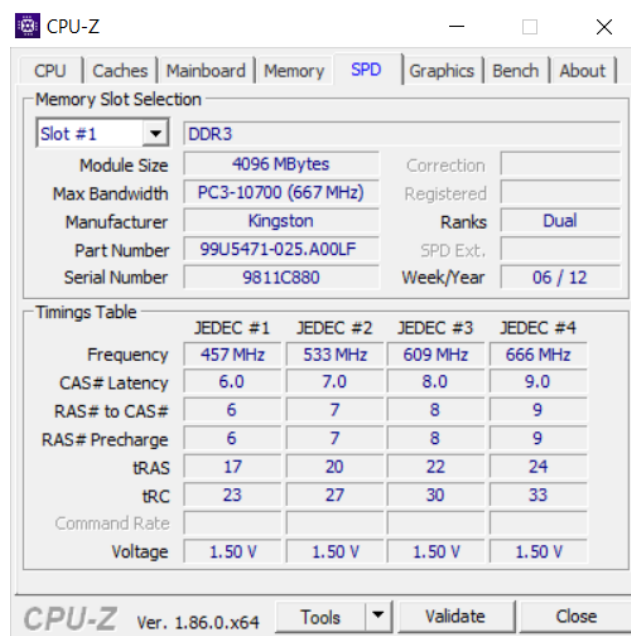

Figura 3. Características de los módulos de memoria proporcionadas por el fabricante
1. Desde los datos proporcionados por la hoja de especificaciones de los módulos (archivo kvr1333d3n9_4g.pdf) y el programa CPU-Z (Figuras 3 y 4) rellénese la siguiente tabla. Recuérdesse que la figura 3 muestra información solo de un *slot*, pero existen otros 7 con idénticas características.